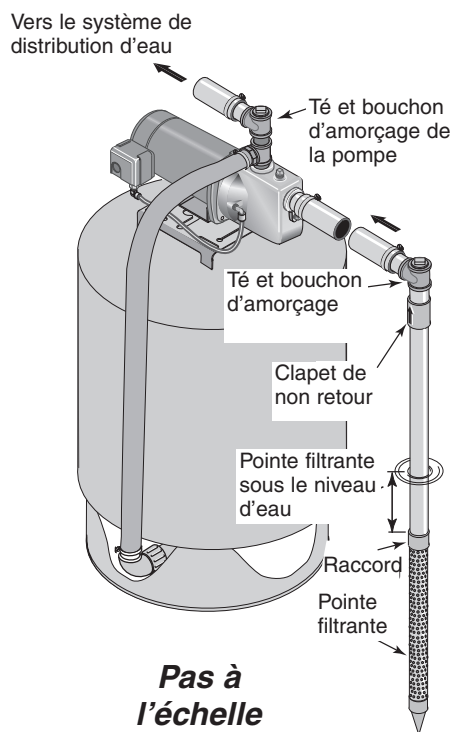

Figure 1 : Installation avec pointe filtrante
## INSTALLATION AVEC POINTE FILTRANTE (FIGURE 1)
- 3° Utiliser le moins de raccords possible (surtout s'il s'agit de coudes) pour la canalisation entre le puits et l'orifice d'aspiration de la pompe. Le tuyau d'aspiration de la pompe doit être d'un diamètre aussi gros que celui de l'orifice d'aspiration de la pompe (prévoir un clapet de non retour si la pompe n'en possède pas; voir Figure 1). Fixer et consolider la canalisation de façon à éliminer tout point bas ou affaissement, à éviter toute contrainte sur le corps de la pompe et à obtenir une légère rampe vers le haut entre le puits et la pompe (tout point haut peut former une poche d'air qui peut s'opposer au passage de l'eau). Les joints du tuyau d'aspiration doivent être scellés à l'aide de ruban d'étanchéité en téflon ou de pâte à joints à base de téflon. Les joints doivent être hermétiques et étanches. *Si la conduite peut aspirer de l'air, la pompe ne pourra pas pomper l'eau du puits.* Si le débit d'une seule pointe ne suffit pas, on peut raccorder deux ou trois pointes sur le tuyau d'aspiration.